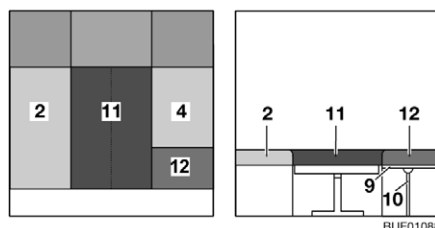

Fig. 109 Dopo la trasformazione
- Posizionare il cuscino aggiuntivo (Fig. 109,11) tra i cuscini del divano (Fig. 109,2 e 4).
- Appoggiare il cuscino aggiuntivo (Fig. 109,12) sulla prolunga del cassone letto (Fig. 109,9).